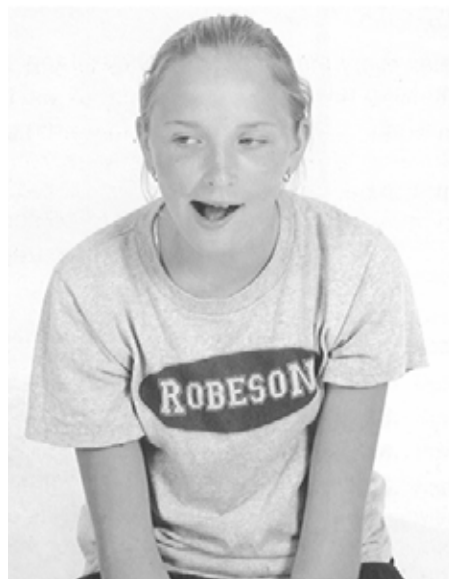

Figure A-5 Étirement de la mâchoire
4. Déplacer la mâchoire vers la droite le plus loin possible et garder cette position pendant trois secondes (tel qu'illustré à la figure A-5).